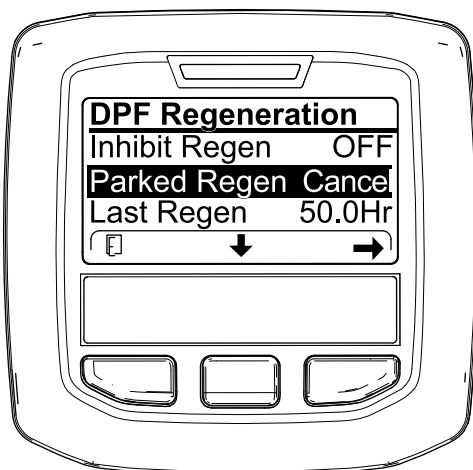
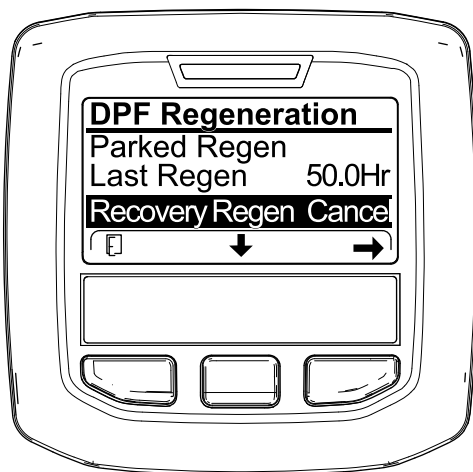

図 60
図 61
1. DPF 再生メニューにアクセスする 図 60。
2. 中央ボタンを押して下へスクロールし、駐車再生キャンセル PARKED REGEN CANCEL (図 60) またはリカバリ再生キャンセル RECOVERY REGEN CANCEL を選ぶ 図 61。
3. 右ボタンを押すと再生キャンセルに Regen Cancel に入る 図 60または 図 61。